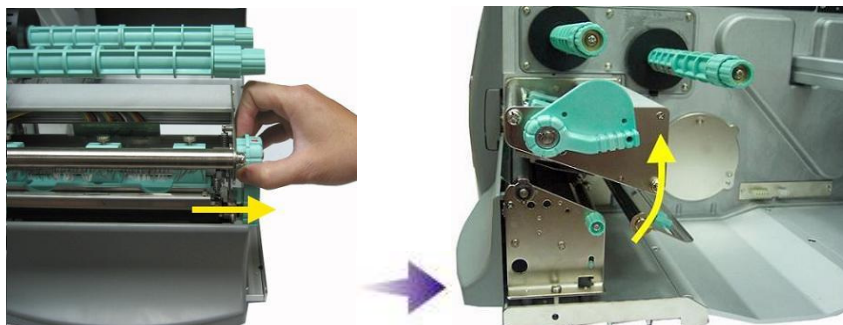

Abb. 5.2.1.h Druckkopf-Andruckhebel herausziehen und hoch schwenken (entgegen dem Uhrzeigersinn).
- Schieben Sie die Materialführung an die äußerste Position (vergleiche Abbildung 5.2.1.j).